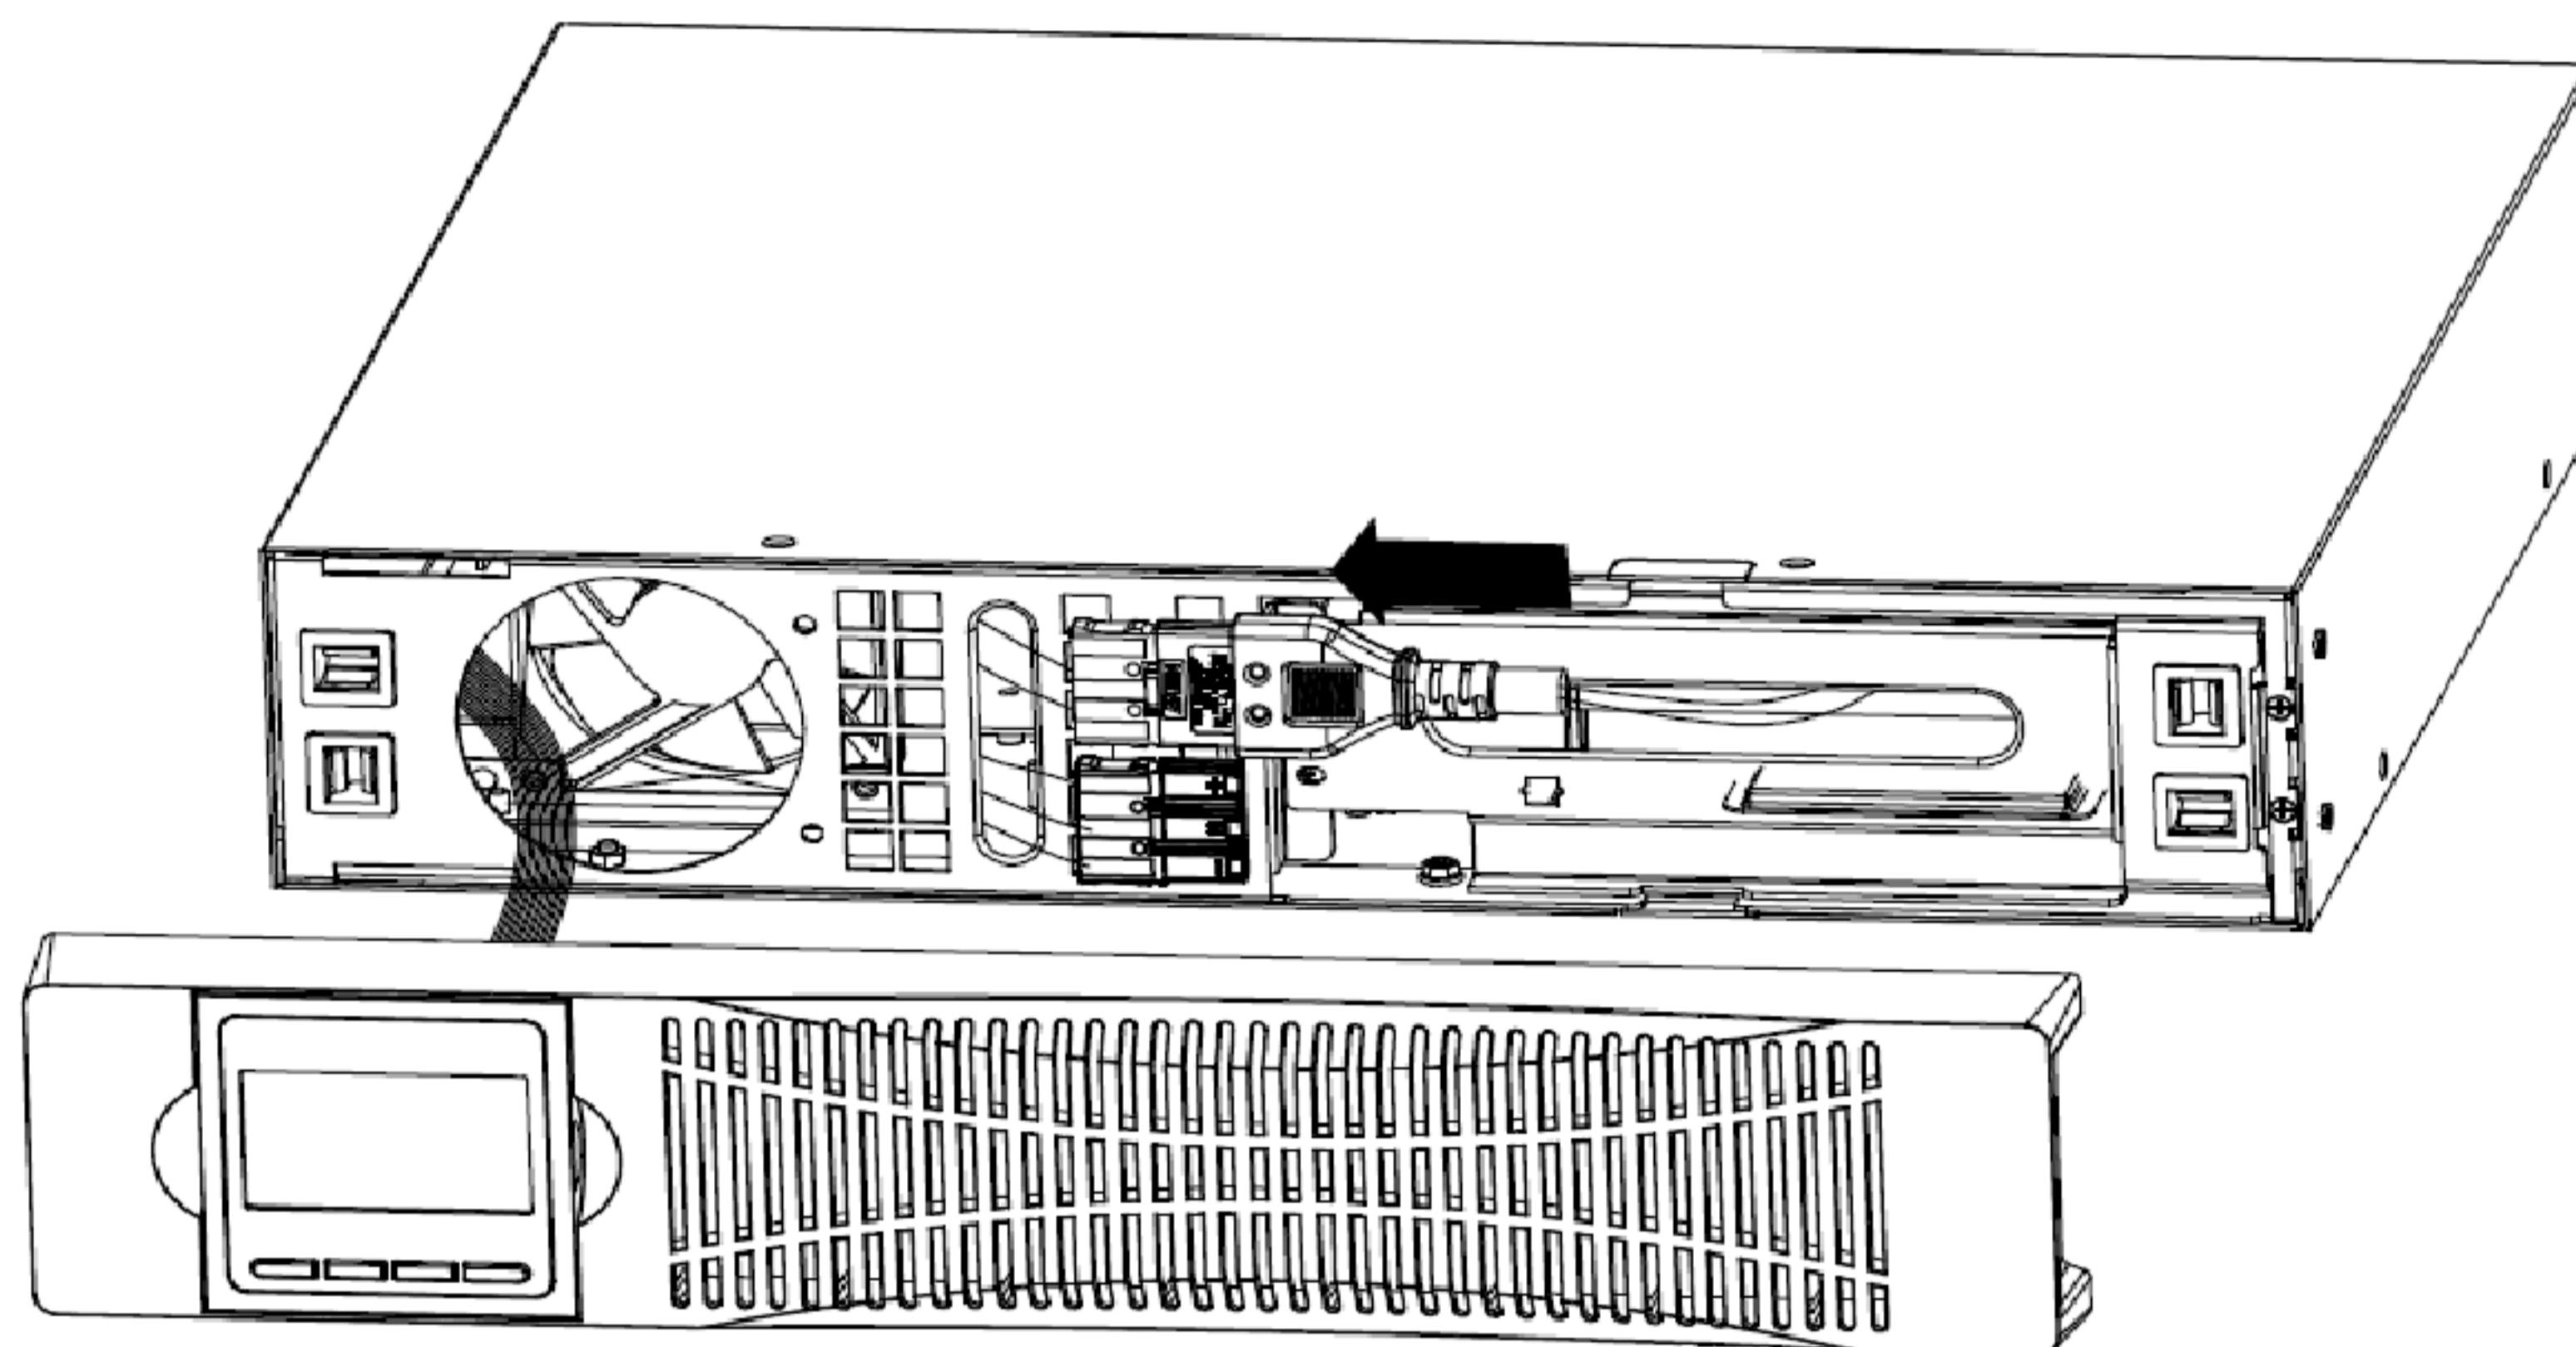

Рис. 13 — Подключение разъема встроенных аккумуляторов
- 2)** Подключение разъема встроенных аккумуляторных батарей (см. Рис.13).